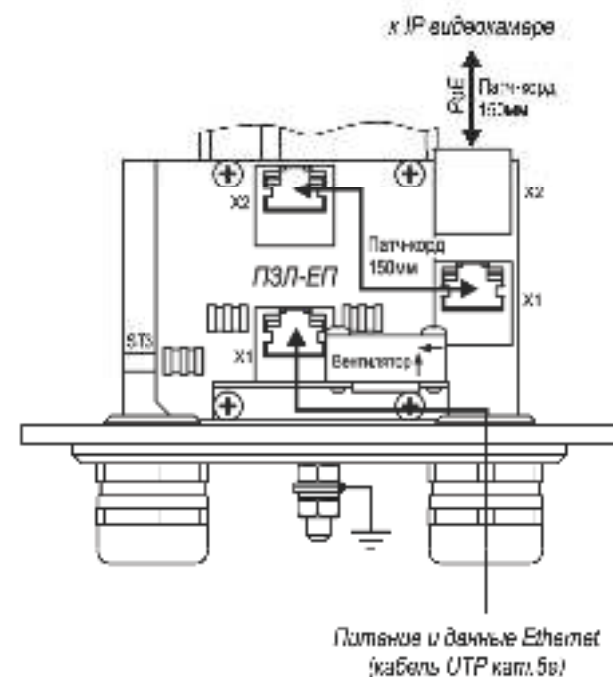

Рис.4 Подключение ТГБ-9 PoE+ с платой ПЗЛ-ЕП
- При использовании платы ПЗЛ-ЕП внешний кабель UTP кат.5е подключить к разъему X1 платы ПЗЛ-ЕП (рис.4), а разъем X2 платы ПЗЛ-ЕП соединить патч-кордом с разъемом X1 платы сплиттера.